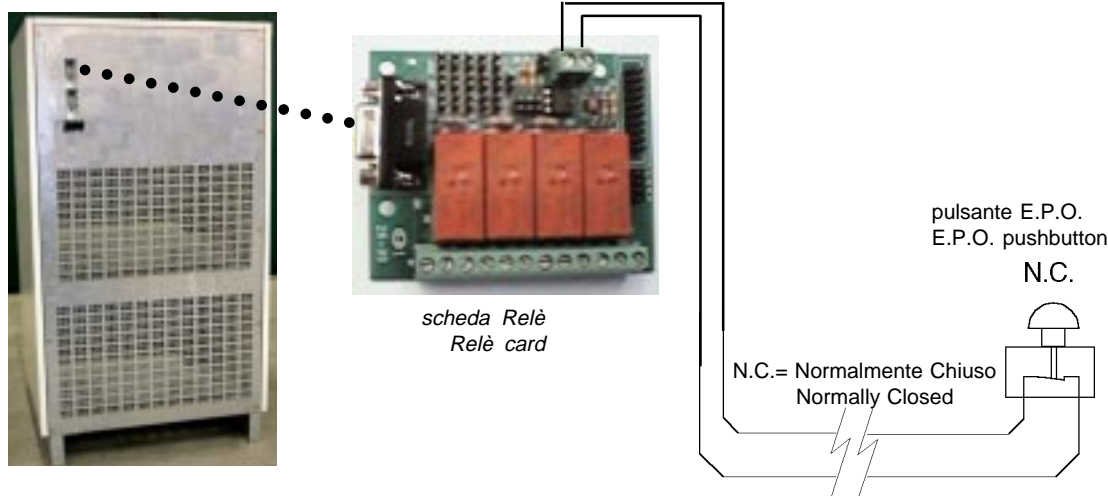

Fig. 2.5 - Collegamento del pulsante E.P.O. - E.P.O. connection
- 2) Intestare un'estremo del cavo ai morsetti N.C. di un pulsante antincendio (fig. 2.5).
- 3) Collegare gli estremi opposti dei cavi alla scheda Relè (fig. 2.5).
- 2) Terminate one end of the cable to the N.C. pins of a fire preventing button (Fig. 2.5).
- 3) connect the other end of the cable to Relay card (Fig. 2.5).